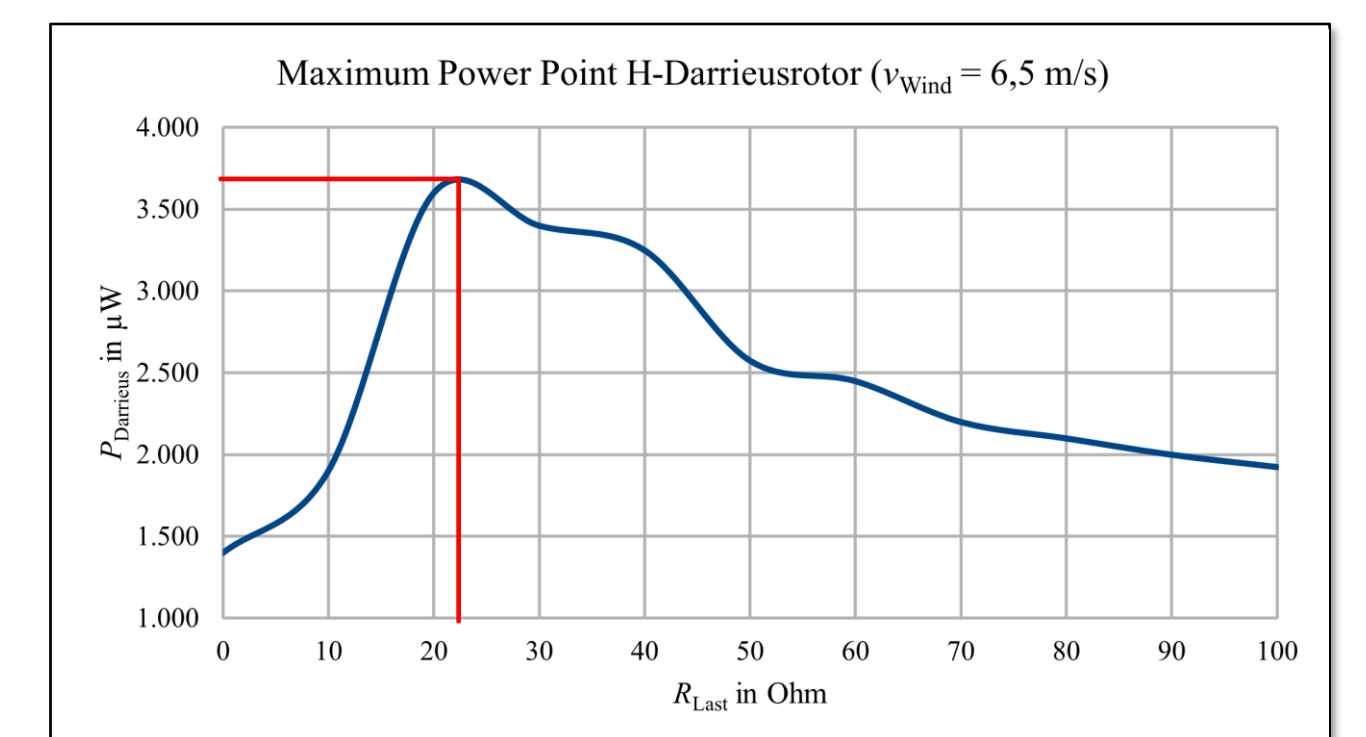

Bild 4: Messreihe MPP H-Darrieus-Rotor
- Vergleich der Kennlinien von H-Darrieus-Modell (Bild 4) mit Referenzkennlinien für Horizontalachser und Savoniusrotor